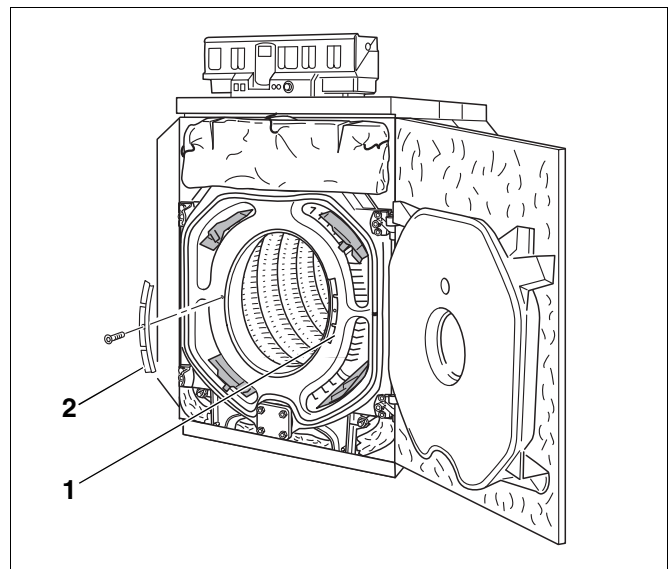
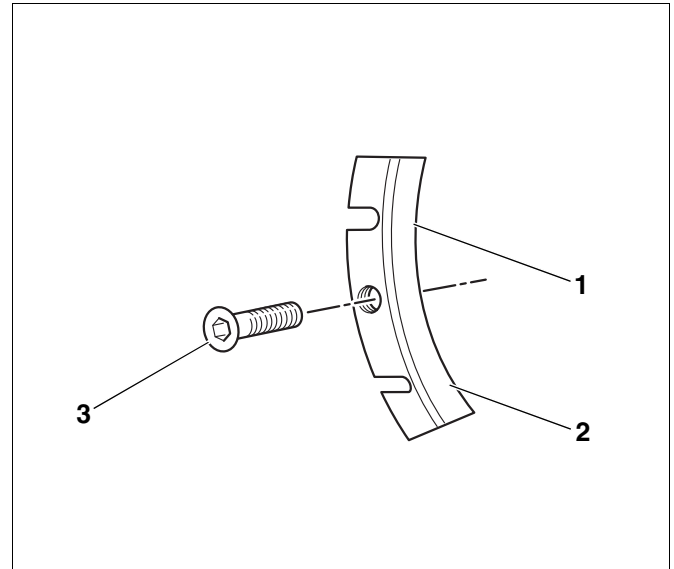

Abb. 68 Position der Heizgassperrplatten
Abb. 69 Heizgassperrplatte
- Jeweils die Innensechskantschraube in der Heizgassperrplatte lösen und die Heizgassperrplatten links und rechts entfernen (Abb. 68, **Pos. 1** und **2**).
- Jeweils die Innensechskantschraube (Abb. 69, **Pos. 3**) in der Heizgassperrplatte lösen und die Heizgassperrplatten links und rechts entnehmen (Abb. 68, **Pos. 1** und **2**).
- Heizgassperrplatte so auf eine Unterlage legen, dass die Einkerbungen (Abb. 69, **Pos. 1** und **2**) hohl liegen. Mit einem Hammer ein Segment der linken und rechten Heizgassperrplatte abschlagen.